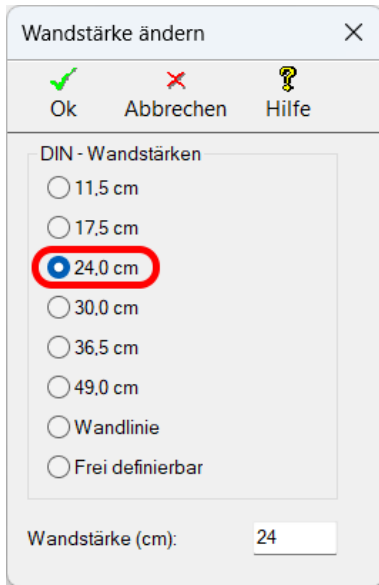

Abbildung 2.3.2: Wandstärke ändern
3. Stelle in dem anschließend eingeblendeten Dialog (siehe Abbildung 2.3.2) die Wandstärke auf **24 cm** für die Außenwände ein und bestätige diese mit der Schaltfläche **OK** oder der Taste **[EINGABE]**.